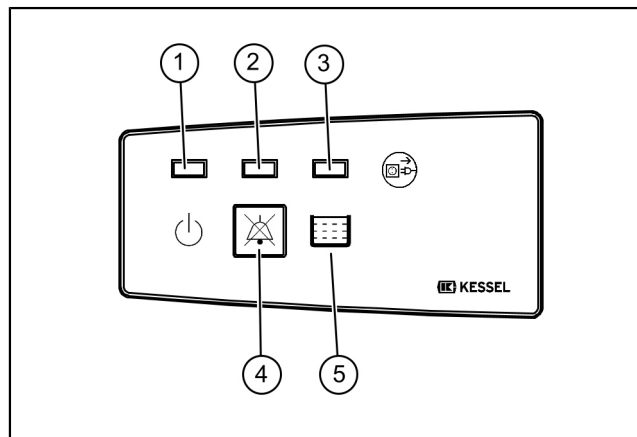

Fig. 7: Visione d'insieme delle visualizzazioni
Se si presenta una condizione che genera un allarme, il LED d'allarme (2) si accende, unitamente eventualmente a uno degli altri LED. Dopo l'eliminazione della causa dell'allarme, l'allarme potrà essere confermato premendo il tasto (5) (vd. "fig. 7: Visione d'insieme delle visualizzazioni", pagina 89).